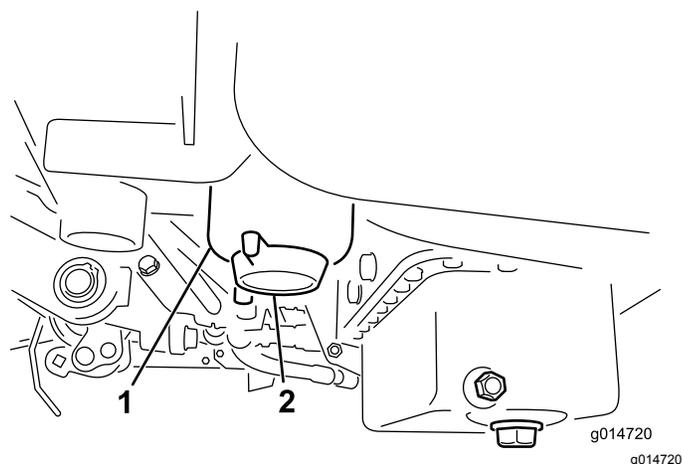

Рисунок 34
2. Очистите область крепления стакана фильтра (Рисунок 34).
4. Откройте сливную пробку фильтра (Рисунок 34).